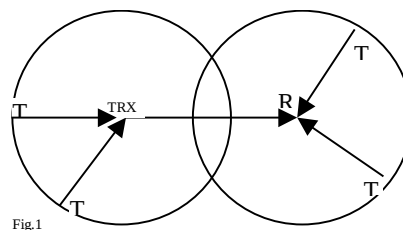

Fig.1
- Distanțe mai mari între emitatoare si receptoare decat cele specificate (fig.1).